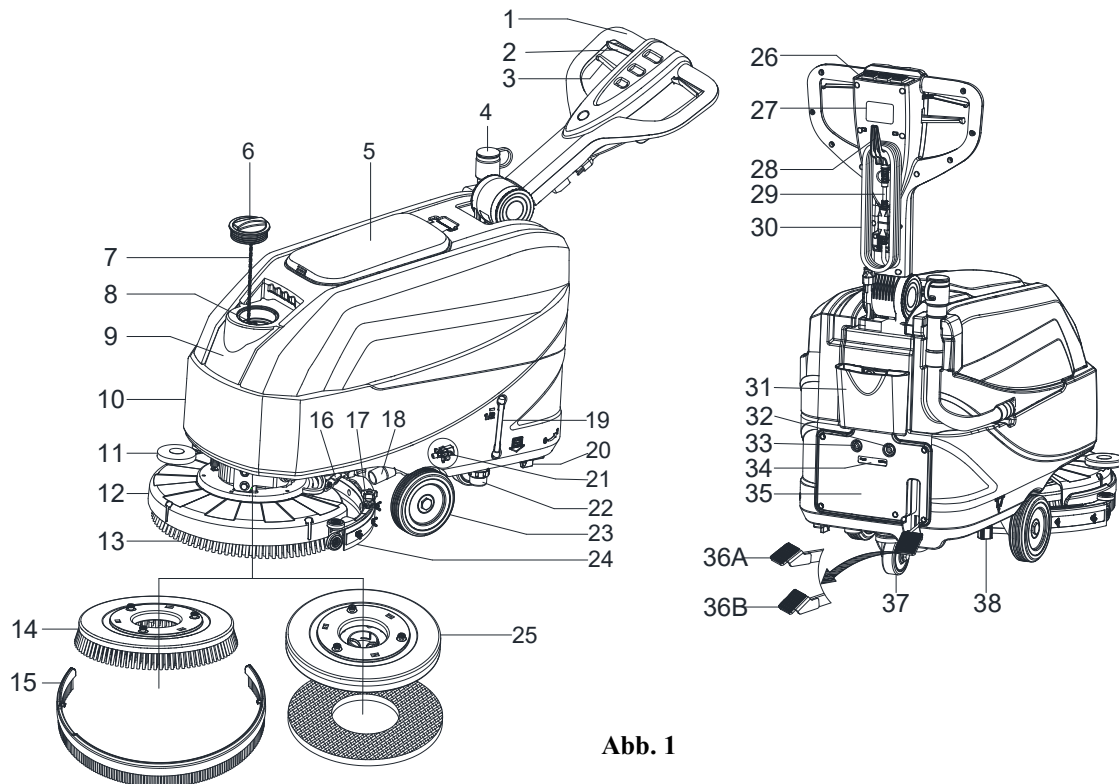
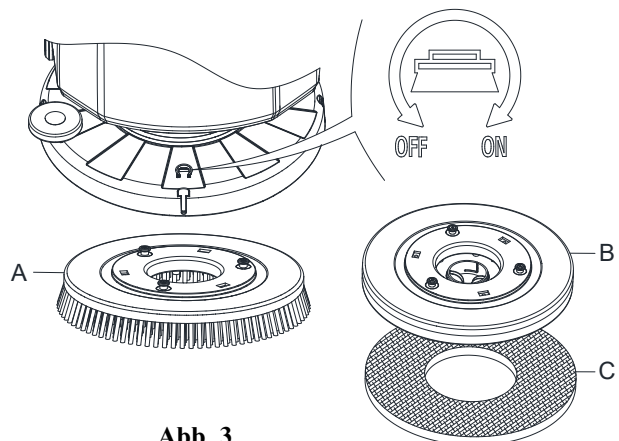

Abb. 1
Abb. 3
## AUFBAU DES GERÄTS (wie in Abbildung 1 dargestellt)
Installieren Sie entweder den Bürste- (A, Abbildung 3) oder den Pad-Halter (B und C, Abbildung 3) entsprechend der Art des zu reinigenden Bodens.
2. Heben Sie das Deck an, indem Sie das Pedal (36, Abbildung 1) drücken.
3. Positionieren Sie den Bürsten- (A, Abbildung 3) oder Pad-Halter (B, Abbildung 3) unter dem Deck (12, Abbildung 1).
4. Senken Sie das Deck auf den Bürsten-/Pad-Halter, indem Sie das Pedal (36, Abbildung 1) drücken.
6. Drücken Sie einen der Bürsten-/Vorwärtsgang-Sicherheits-Schalthebel (2, Abbildung 1) um den Bürsten-/Pad-Halter zuzuschalten. Anschließend wieder freigeben. Falls erforderlich, wiederholen Sie den Vorgang, bis der Bürsten-/Pad-Halter aktiviert ist.
7. Sollte sich der 6. Schritt oben als schwierig erweisen, gehen Sie von Hand vor und drehen Sie den Bürsten-/Pad-Halter in die der normalen Drehrichtung (ON) entgegengesetzte Richtung, um den Bürsten-/Pad-Halter zu installieren (wie in Abbildung 3 dargestellt).
Zum Zuschalten des Bürsten-/Pad-Halters den Sicherheits-Schalthebel (2, Abbildung 1) drücken, durch den der Bürsten-/Pad-Haltermotor eingeschaltet wird.
8. Um den Bürsten-/Pad-Halter auszubauen, heben Sie das Deck durch Drücken des Pedals (36, Abbildung 1). Anschließend die Bürsten-/Pad-Halter von Hand in die entgegengesetzte Richtung (OFF) drehen, worauf der Bürsten-/Pad-Halter entfernt wird.
3. Senken Sie das Bürsten-/Pad-Halterdeck (12, Abbildung 1) indem Sie das Pedal (36) anheben. Die Bürste liegt auf dem Boden.